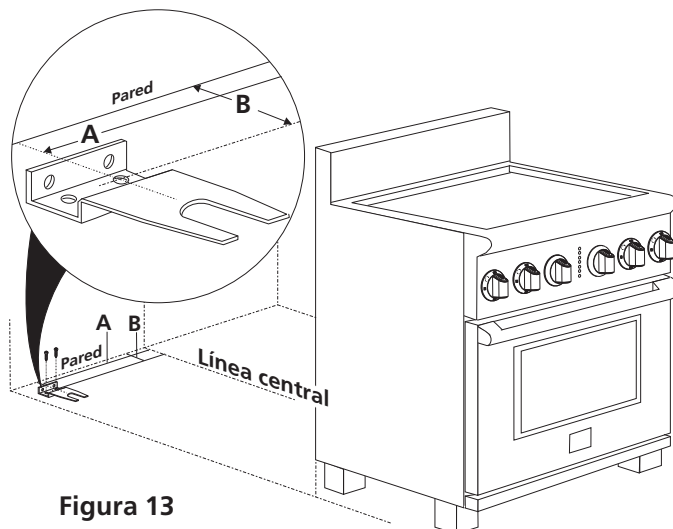

Figura 13
5. Quite la plantilla y coloque los soportes en piso (véase figura 13). Alinee los agujeros en soporte con las marcas en piso y una el soporte usando los tornillos proporcionados. El soporte se debe asegurar al piso sólido. Si se ajusta a un piso concreto, primero taladre agujeros con un diámetro de 3/16" (4.8 milímetros) usando un taladro de la albañilería.